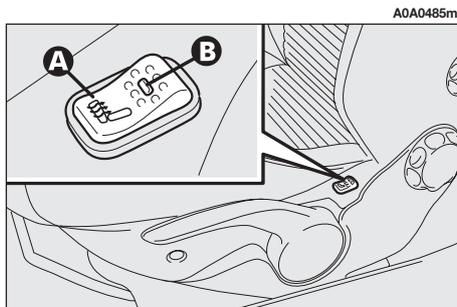

fig. 14
**RISCALDAMENTO SEDILI (fig. 14) (a richiesta per versioni/mercati ove previsto)**